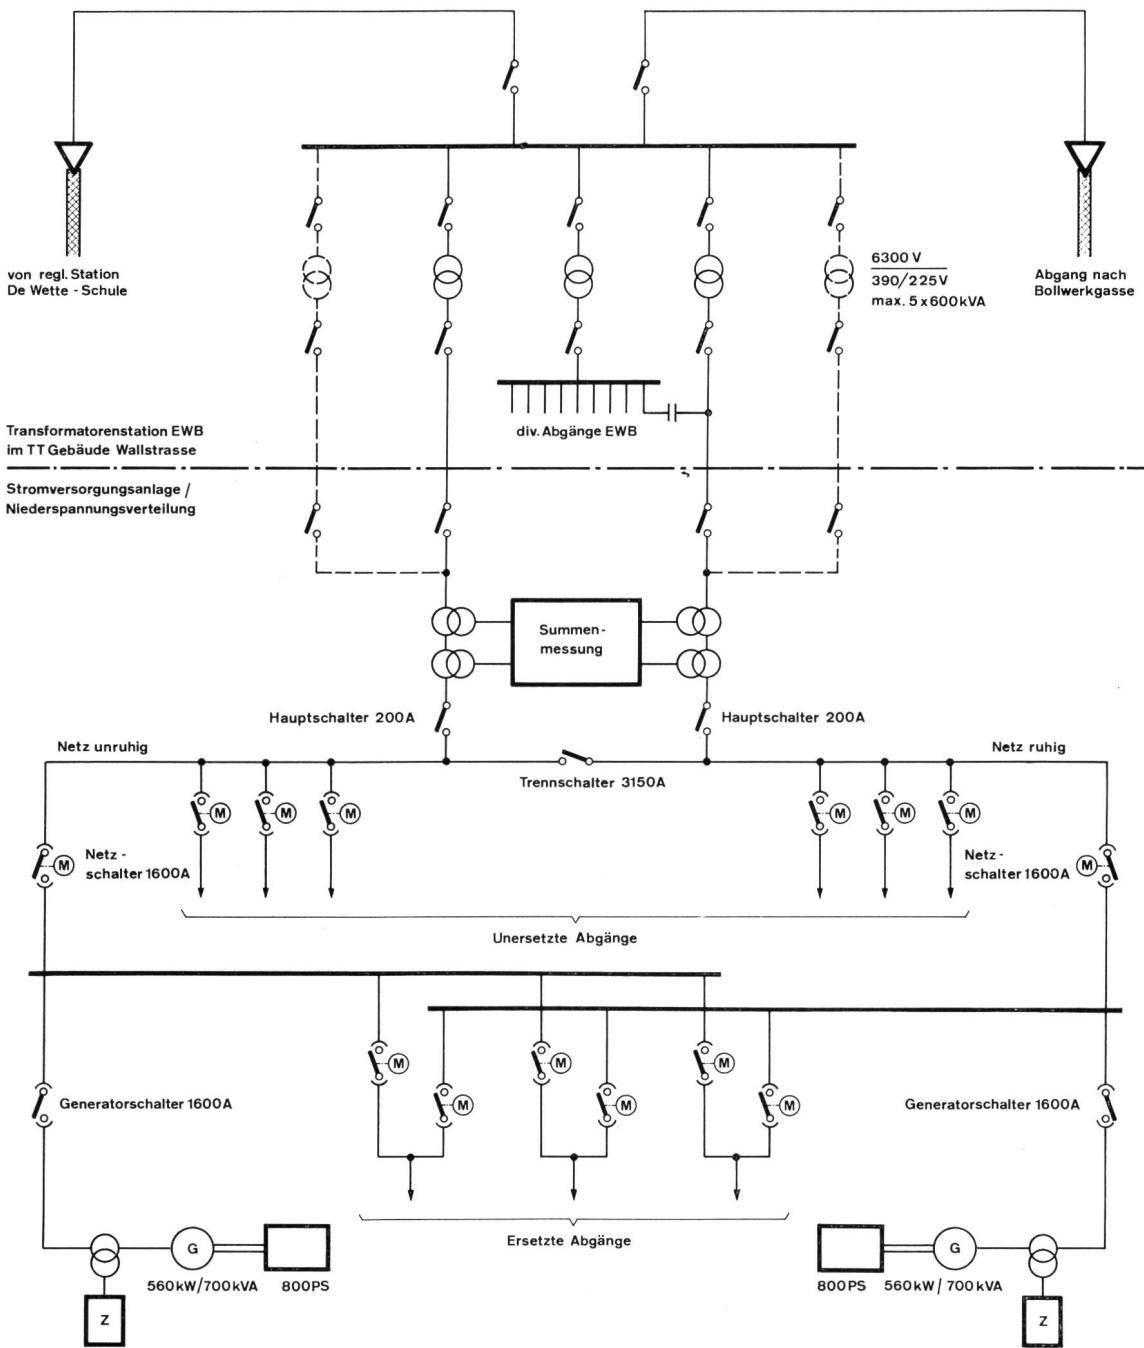

Fig. 31
Für die Versorgung des TT-Gebäudes Wallstrasse mit elektrischer Energie stehen zwei Transformatoren mit einer Leistung von je 600 kVA zur Verfügung. Platzreserven erlauben den späteren Ausbau von zwei weitern, gleich grossen Einheiten. Ein anderer Transformator speist verschiedene private Strombezüger der näheren Umgebung. Die Station befindet sich im 5. Untergeschoss neben dem Niederspannungs-Schaltraum. Das Elektrizitätswerk (EW) Basel hat sie auf seine Kosten gebaut und sorgt für den Unterhalt. Die eingeführte Spannung wird von 6300 V auf 380/220 V herabgesetzt. Mit einer Summenmesseinrichtung wird die bezogene Energie auf der Niederspannungsseite registriert. In der PTT-eigenen 380/220-V-Stromversorgungsanlage wurde je ein Netz ruhig und ein Netz unruhig gebildet (Fig. 31).